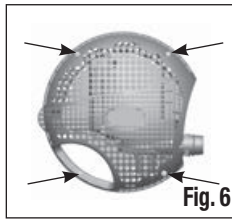
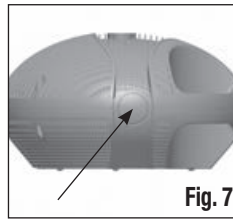
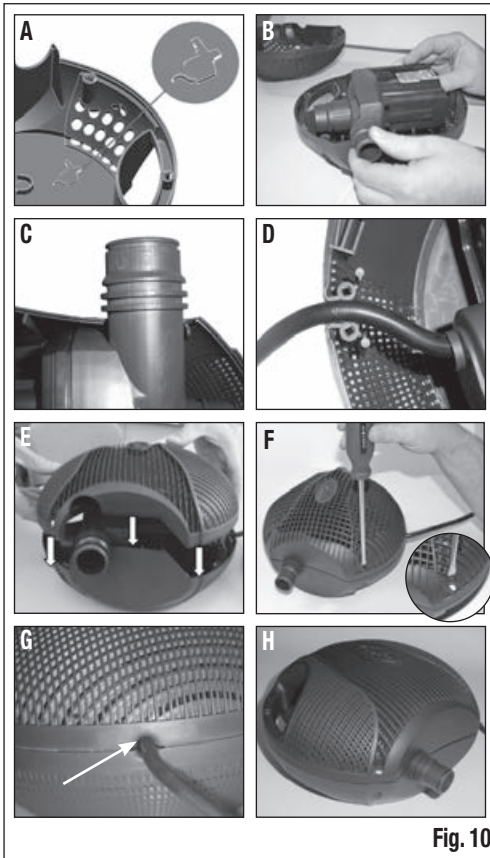

Fig. 6
Fig. 7
Fig. 10
Qualora necessario è possibile inoltre fissare saldamente la pompa su detto basamento, mediante le apposite sedi vite. La particolare forma delle sedi vite permette il rapido aggancio/sgancio della pompa dalla zavorra (vedi Fig. 6).
AVVIAMENTO DELLA POMPA (Fig. 6)
1. Aprire il guscio svitando gli appositi perni a vite di chiusura/apertura rapida presenti sul guscio (vedi Fig. 6).
2. Rimuovere con una lama affilata o un cutter la sezione pre-incisa presente sul guscio della pompa (vedi Fig. 7).
3. Inserire l'apposito adattatore Remoto (venduto separatamente) (10) nella sede ricavata nella parte posteriore del guscio.
4. Chiudere il guscio avvitando gli appositi perni a vite di chiusura/apertura rapida (vedi Fig. 6) assicurandosi che le due metà (superiore ed inferiore) siano propriamente allineate ed accoppiate (vedi Fig. 10 chiusura Guscio).
5. Collegare il guscio ed il filtro PowerFlo con un tubo flessibile (non incluso) utilizzando gli appositi innesti rapidi Click Fit (15).